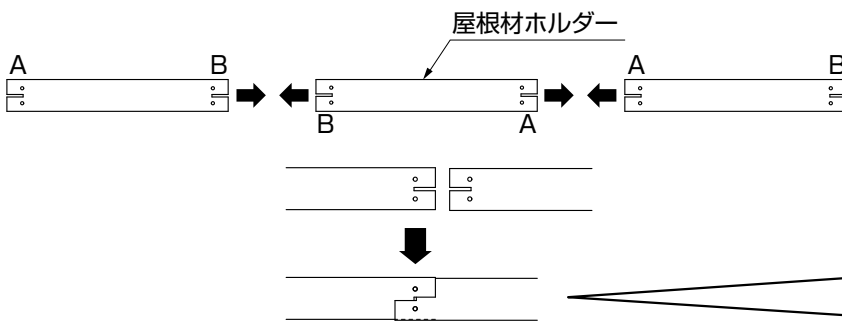
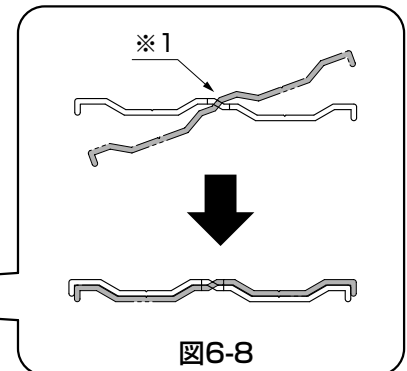

図6-5
図6-8
- ③ 2本目以降の取付けは、1本目の屋根材ホルダーと反対向きにして、切り込み部分(※1)をかみ合わせるように取付けてください。(図6-5、図6-8参照)